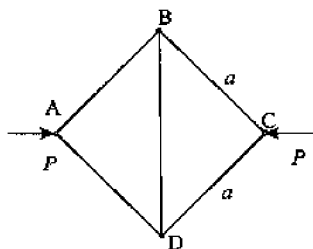

图 13-29
1. 由五根直径为 $d = 50\text{mm}$ 的圆钢杆组成正方形结构,如图 13-29 所示,结构连接处均为光滑铰链,正方形边长 $a = 1\text{m}$,材料为 Q235 钢,试求结构的临界载荷值。(Q235 钢,当 $\lambda \leq \lambda_p = 132$ 时, $\sigma_{cr} = (235 - 0.0068\lambda^2)\text{MPa}$.)